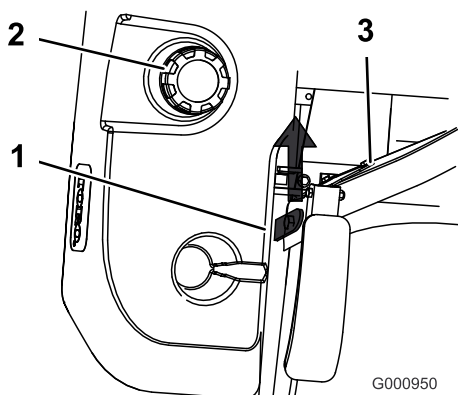

Figure 23
3. Soulevez le siège. Vous pouvez alors accéder à la machine sous le siège (Figure 23).